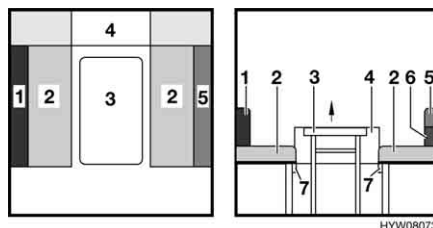

Fig. 40 Prima della trasformazione
- Richiudere il tavolo ribaltabile (Fig. 40,3) e stiparlo nel supporto previsto (vedi paragrafo 6.7).
- Rimuovere il comodino da notte (Fig. 40,4) e riporlo (vedi paragrafo 6.8).